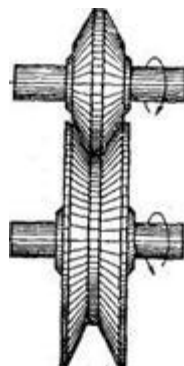

Рис.2. Цилиндрическая фрикционная передача с катками клинчатой формы
5. По наличию вспомогательных роликов: без вспомогательных роликов, с натяжными роликами (рис. 2д); с направляющими роликами (рис. 2г).
с параллельными геометрическими осями валов и ремнем, охватывающим шкивы в одном направлении – **открытая передача** (шкивы вращаются в одном направлении, рис. 2а); с параллельными валами и ремнем, охватывающим шкивы в противоположных направлениях – **перекрестная передача** (шкивы вращаются во встречных направлениях, рис. 2б); оси валов перекрещиваются под некоторым углом (чаще всего 90° , рис. 2в) – **полуперекрестная передача**; валы передачи пересекаются, при этом изменение направления потока передаваемой мощности осуществляется посредством промежуточного шкива или ролика – **угловая передача** (рис. 2г).
В зависимости от типа применяемой цепи зависит конструкция звездочек цепной передачи. Звездочки для втулочной и роликовой цепи представлена на *рис. 2* слева, звездочка для зубчатой цепи – справа.